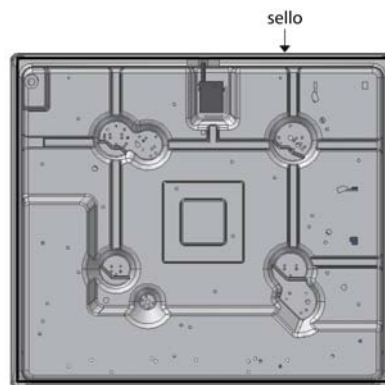

Fig. 5
3. Dé la vuelta a la placa y pégue el sello en el borde interno (fig. 5).